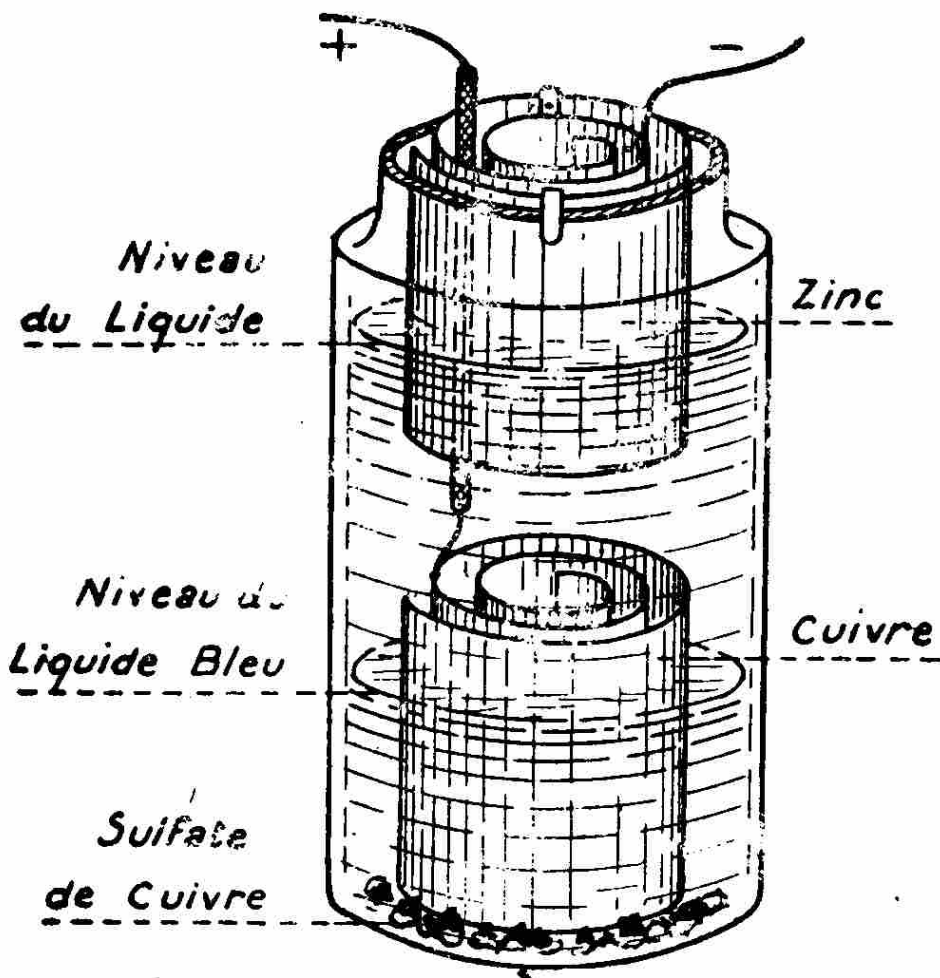

Fig. 76. — Pile au sulfate de cuivre pour recharge d'accumulateurs.
pour sonnerie) de 18 centimètres de hauteur environ et au fond duquel vous disposerez, roulée en spirale, une lame mince de cuivre rouge de 8 à 10 centimètres de large sur 30 de long (1) ; à cette lame attachez un fil de cuivre isolé au caoutchouc (fil pour installation d'éclairage) : ce sera le *pôle positif* de votre pile. Le *négatif* sera soudé d'autre part, à une feuille de zinc de même dimension que la lame de cuivre. Arrangez-vous maintenant de manière à placer le zinc au-dessus du cuivre, le plus près possible, sans toutefois les faire toucher. Il ne vous restera plus qu'à remplir le vase avec de l'eau pure, puis à jeter dans le fond quelques cristaux de sulfate de cuivre, destinés à se dissoudre au fur et à mesure que la pile fonctionnera (fig. 76).